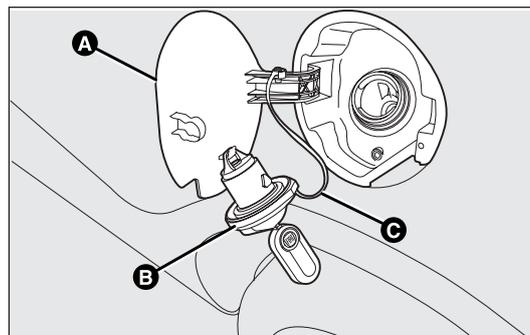

fig. 109
TAPPO SERBATOIO COMBUSTIBILE fig. 109
- 1) Aprire lo sportello A-fig. 109 tirandolo verso l'esterno, mantenere il tappo B fermo, inserire la chiave di avviamento nella serratura e ruotarla in senso antiorario.